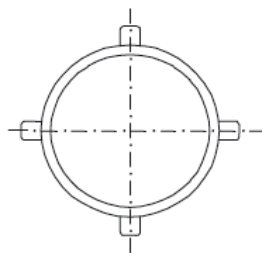

Abb. 4
- 3.3. Überprüfung, ob die Messkapsel in ihre vorgesehene Anschlusschnittstelle hineinpasst: Kennzeichnung = **IST**. Sicherstellen, dass es sich tatsächlich um einen Koax-Anschluss (Einrohranschlussstück) und einen Messeinsatz mit 4 Nocken handelt (siehe Abb. 4).
- 3.3. Check whether the measuring capsule fits into the planned connection interface: Labelling = **ACTUAL**. Ensure that it is actually a coax-connection (manifold body) and a measuring insert with 4 tappets (see Fig. 4).